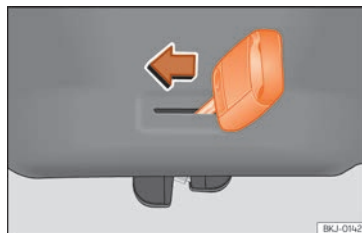

Abb. 59 Ausschnitt Gepäckraum: Notfallentriegelung.
- Führen Sie den Schlüsselbart in den Schlitz ein und drehen Sie den Schlüssel in Pfeilrichtung, bis sich das Schloss öffnet >>> [Abb. 59].